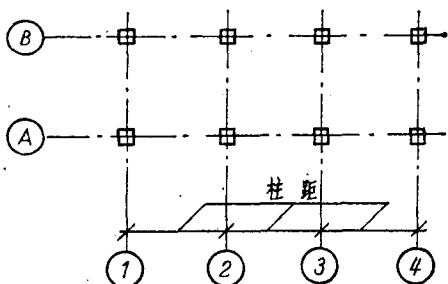
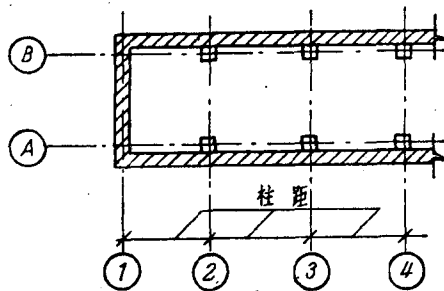

图4 柱距注法之一
图5 柱距注法之二
(1) 查明图标、比例及看懂注解。
(2) 查看总长尺寸和总宽尺寸。知道了总尺寸后, 就可了解新建的房屋要占多大面积。
(3) 查看柱距。柱距是指柱子中心线到邻近另一柱子中心线的距离, 如图 4。当房屋端部没有柱子时, 可从山墙中心线算起, 如图 5。同时把每排柱子连同山墙在内, 从左到右地用阿拉伯数字编号, 在垂直方向也用汉语拼音字母从下到上地编成号码。这些号码就是轴线编号。有了这些编号的轴线, 就可以用来放灰线。如果施工过程中发现问题, 也便于查阅。